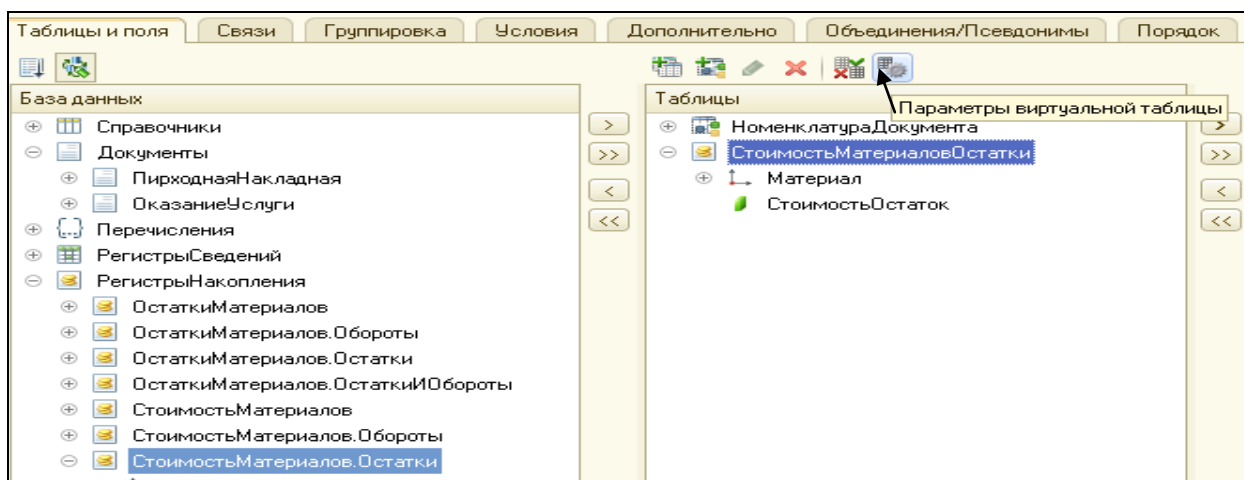

Рисунок 5.13 Параметры виртуальной таблицы
18. Вернуться на закладку **Таблицы и поля**. Ограничим таблицу **СтоимостьМатериаловОстатки** теми значениями номенклатуры, которые есть во временной таблице. Выделить таблицу **СтоимостьМатериаловОстатки**, нажать на кнопку **Параметры виртуальной таблицы**, она расположена сверху над списком таблиц (рис.5.13).